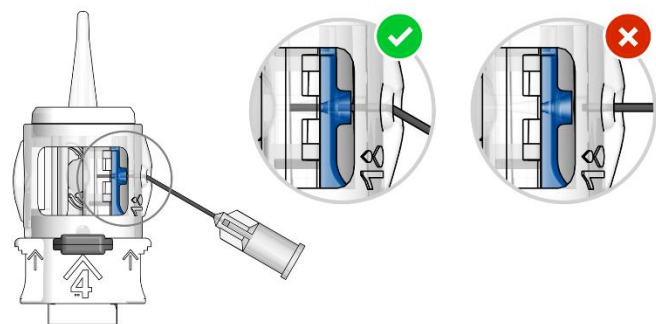

Fig. 1
3. Introduza totalmente a cânula (23G- 27G) de uma seringa cheia de material viscoelástico na pequena abertura indicada pelo número '1' (Fig. 1), até que esteja completamente inserida no funil azul. Mantenha uma ligeira pressão na ponta da cânula enquanto injeta a solução viscoelástica pela abertura. A quantidade injetada de OVD é suficiente assim que a ótica da LIO estiver totalmente coberta pela solução viscoelástica.